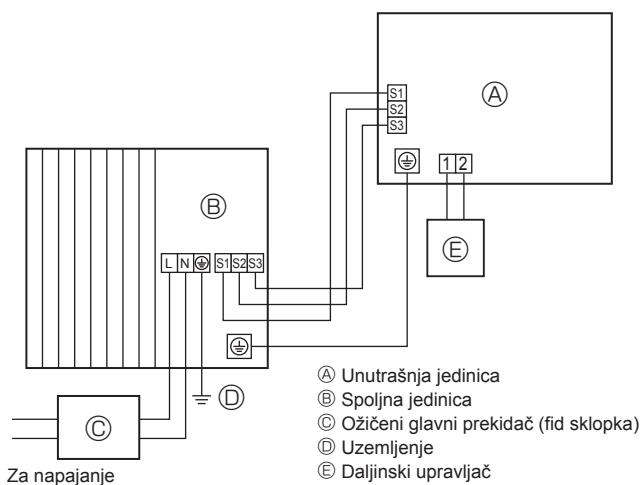
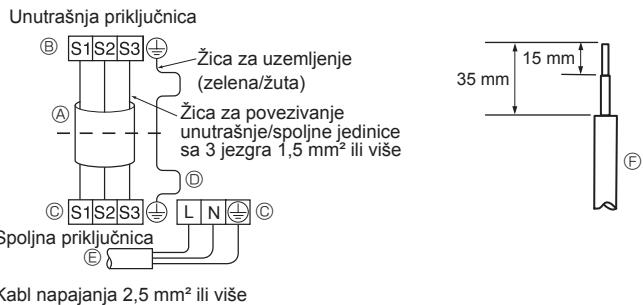
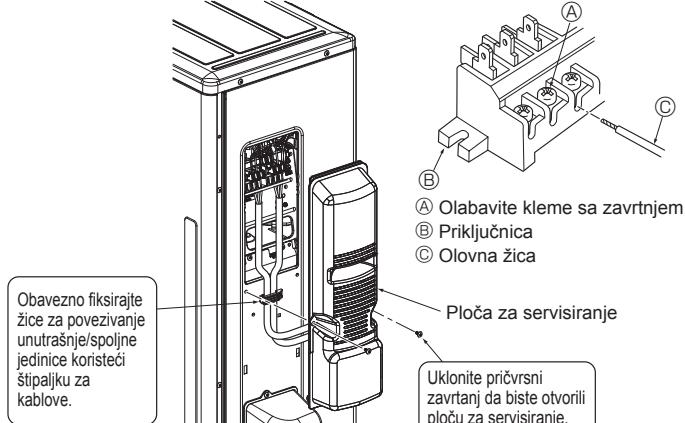

Fig. 6-1
Fig. 6-2
Fig. 6-3
6.1. Spoljna jedinica (Fig. 6-1, Fig. 6-2, Fig. 6-3)
- ① Skinite ploču za servisiranje.
- ② Povežite kablove u skladu sa slikama Fig. 6-1, Fig. 6-2 i Fig. 6-3.
- Sprovedite ožičenje kako je prikazano na dijagramu u donjem levom uglu. (Nabavite kabl u radnji) (Fig. 6-2)